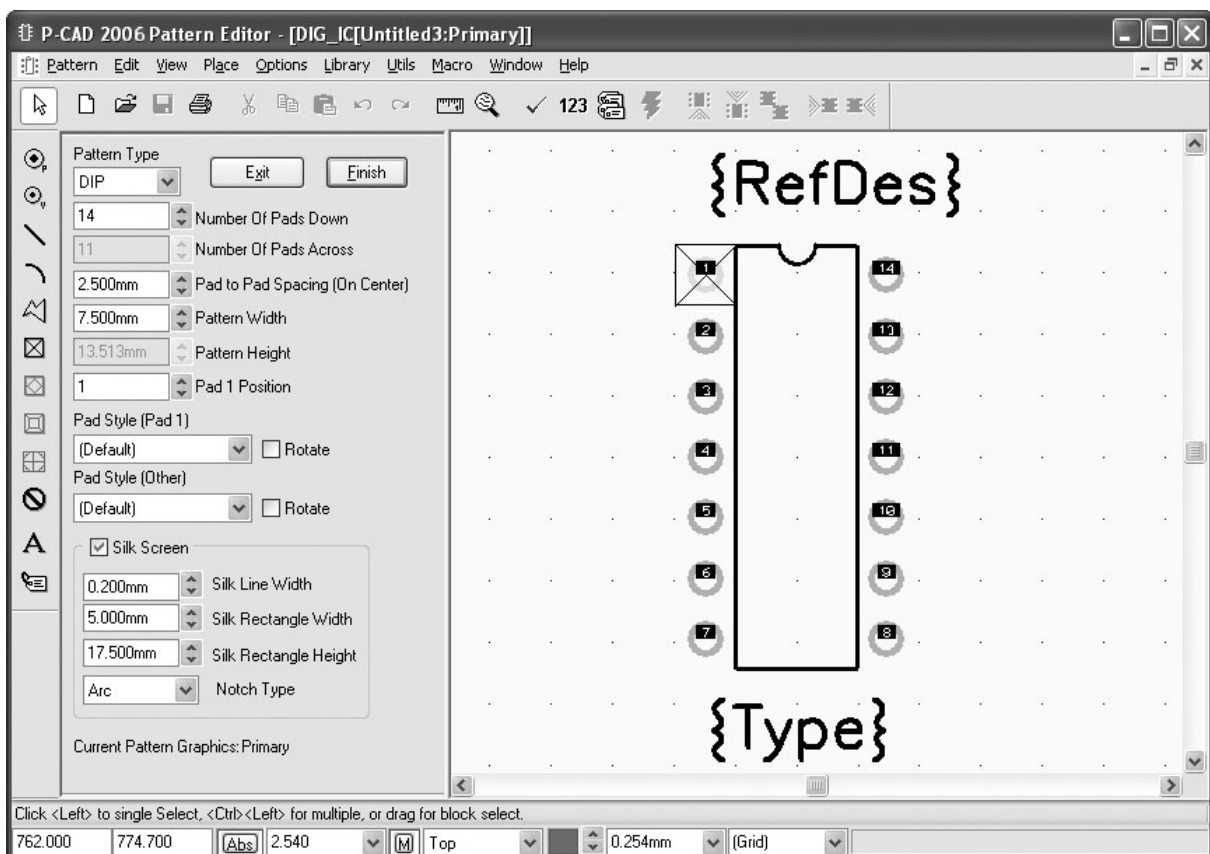

Рис.2.6. Интерфейс мастера создания посадочного места РЭК
- Нажать кнопку Pattern Wizard – откроется окно, показанное на рис.2.6., задать свойства и параметры посадочных мест и корпуса: